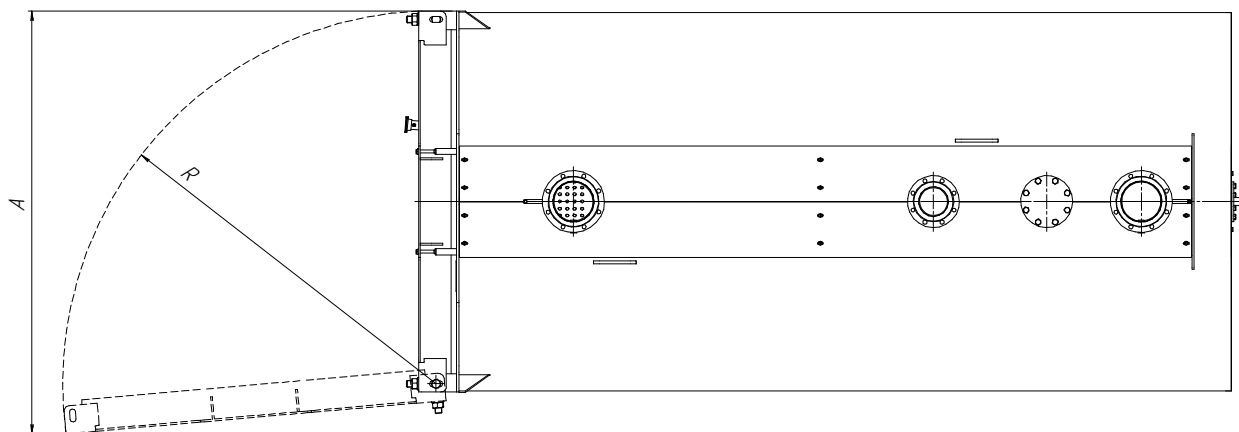

Рисунок 4. Схема открывания крышки.
Передняя крышка (16) – одностворчатая, изготовлена из стального листа. Теплоизоляция передней крышки комбинированная, выполнена из огнеупорной муллитокремнеземистой плиты и жаростойкого бетона. На торцевых стенках котла выполнена специальная канавка, образующая замкнутый контур. Канавка заполнена специальным уплотнительным шнуром и служит гнездом «ножевого» уплотнения крышек. Открытие передней крышки возможно вправо или влево, в зависимости от установки поворотных осей. Схема открытия передней крышки показана на рис.4.